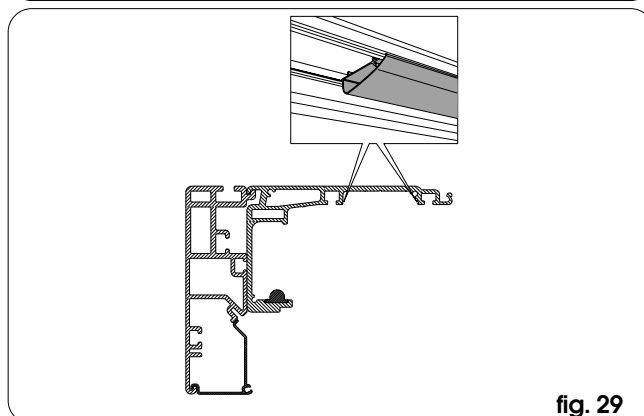

fig. 29
- Inserire a pressione le canaline passacavo nella sede del profilo di sostegno non occupata dal modulo di azionamento (fig. 29).